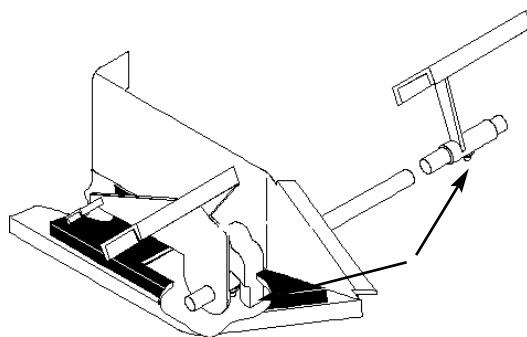

Bild 26
3. Bei Modellen mit hydrostatischem Antrieb das Fahrpedal (oder bei geschalteten Modellen die Bremse und das Kupplungspedal) dort abschmieren, wo sie sich auf der jeweiligen Welle drehen (Bild 26).